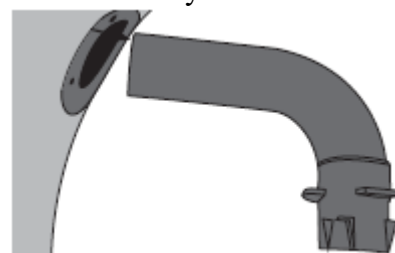

Рисунок 4
4. Извлеките переходное соединение для пылевого мешка из левого воздухозаборного отверстия (**рисунок 4**).
2. Снимите переходное соединение с левого патрубка воздухозаборного отверстия (**рисунок 4**).